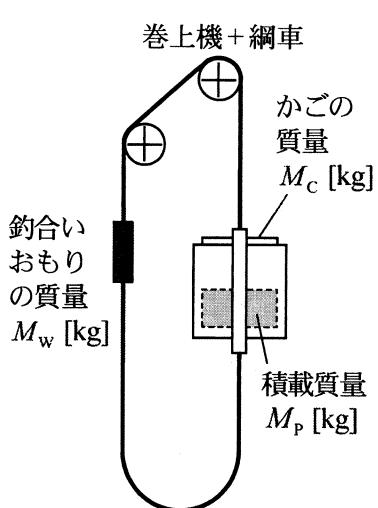
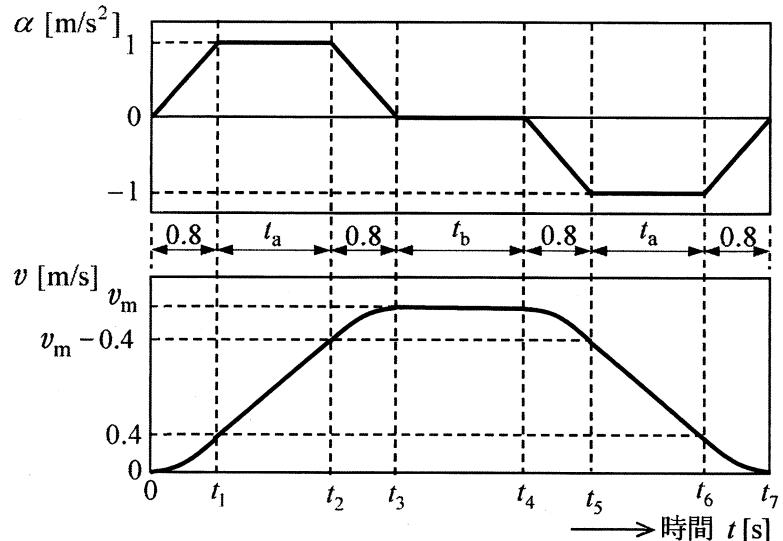

図1 エレベータ構成概念図
図2 エレベータの運転パターン
(1) 図1に示すロープトラクション式のエレベータを、図2に示すパターンで運転する場合を例に、可変速運動を行ったときの所要動力等について検討する。ここで、かごの上昇距離を $x$  [m]（時刻 $t=0$  の時 $x=0$  [m]）、速度を $v$  [m/s]、加速度を $\alpha$  [m/s2] とし、速度の最大値を $v_m$  とする。また、エレベータの最大積載質量を $M_{PM}$  [kg]、実際の積載質量を $M_p$  [kg]、かごの質量を $M_C$  [kg]、釣合いおもりの質量を $M_w$  [kg] とし、重力の加速度 $g$  を 9.8 m/s2 とする。なお、簡単のために、他の質量や慣性モーメント、走行に伴う機械的な損失は無視できるものとする。